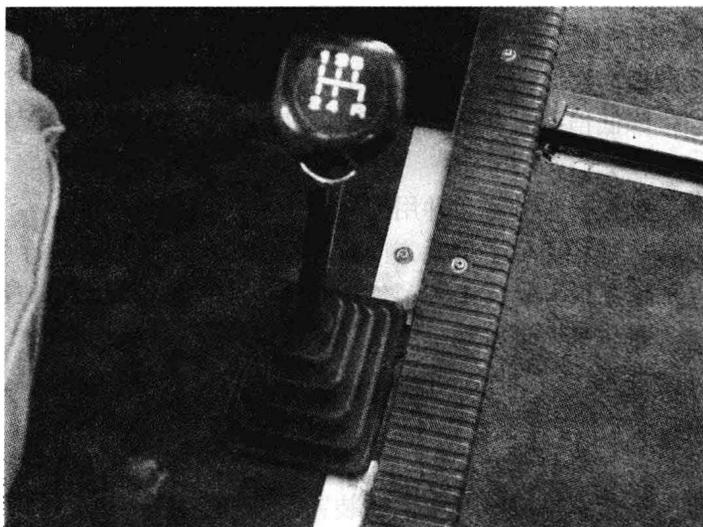

图 1-11 变速杆
12. 变速杆 (排挡杆, 见图 1-11): 变速杆位于座椅的右侧, 右手操纵, 变速杆下端与变速器相连, 用于操纵变速器, 接合或分离变速器内各挡齿轮。